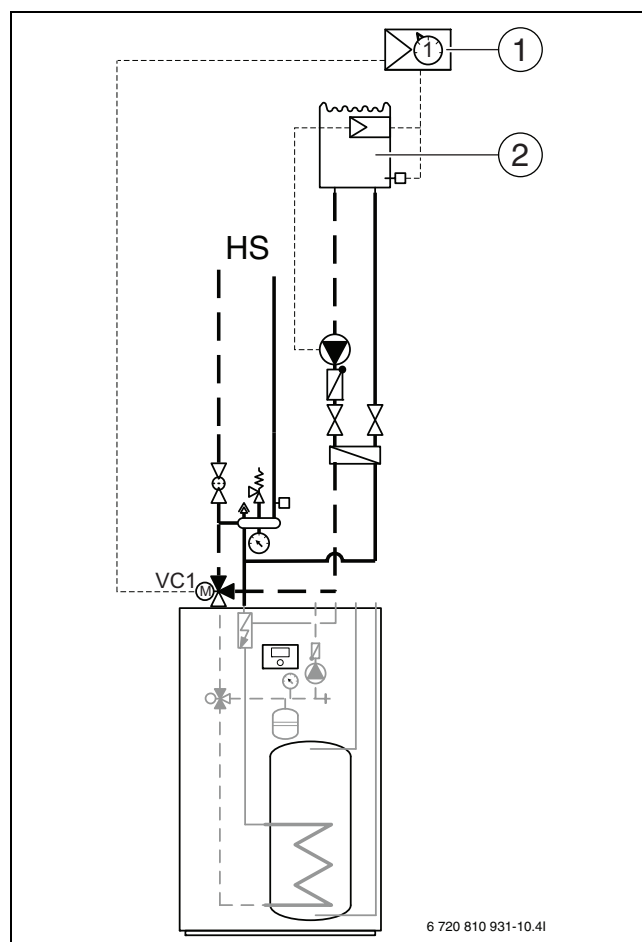

Рис. 13 Пример отопительной системы с бассейном
- ▶ Установите смеситель бассейна в обратную линию к внутреннему блоку (→ [VC1] рис. 13).